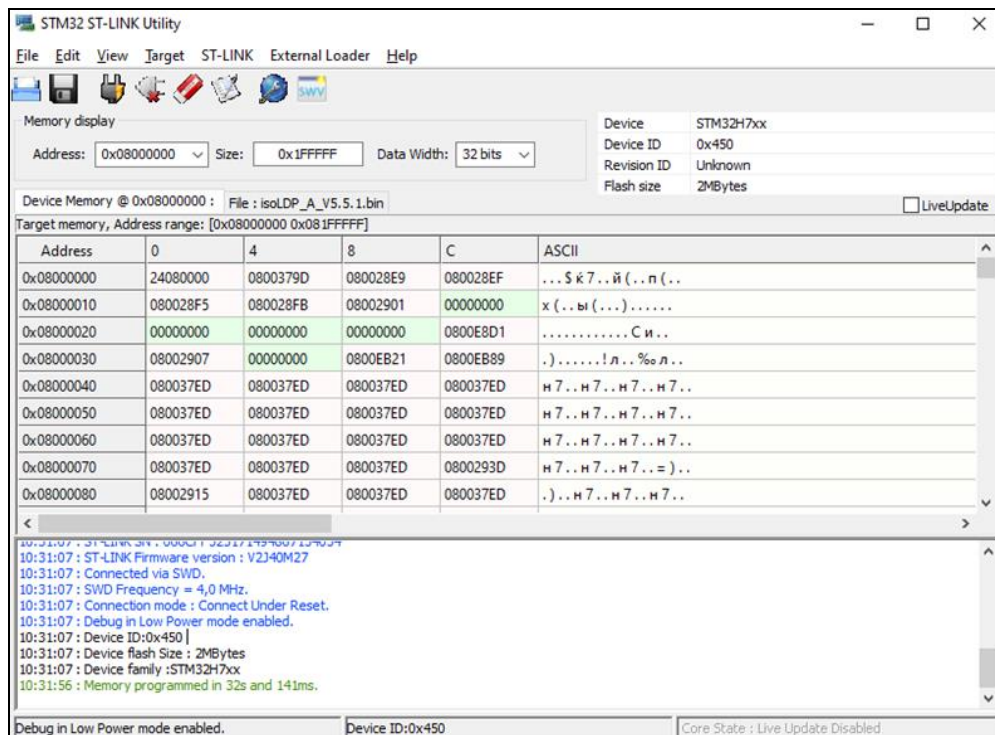

Рисунок 3
6) Выбрать файл образа (например, isoLDP_A_V5.5.1.bin) через меню «Target» → «Program» и загрузить его в процессор, см. Рисунок 3.